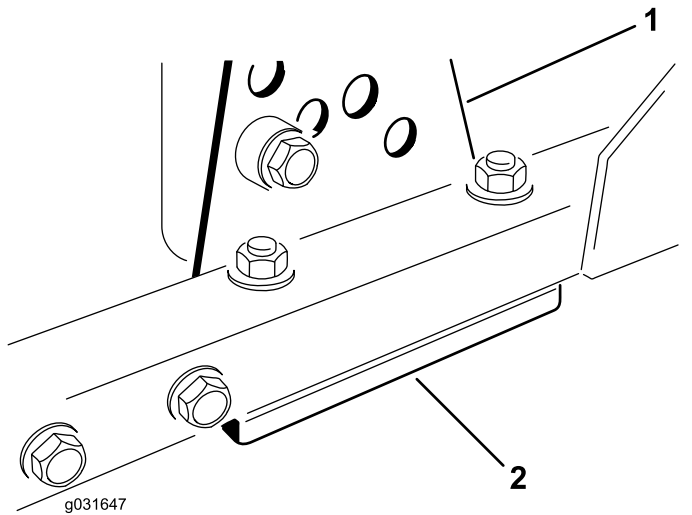

图 69
1. 从刀盘架上拆除剪草高度支架前、左或右图 69。
2. 在刀盘架与剪草高度支架之间增、减 1.5mm 薄垫片和/或 0.7mm 薄垫片以达到所需的剪草高度设置图 69。
3. 安装剪草高度支架到刀盘架剩余薄垫片集中放到剪草高度支架的下方图 69。